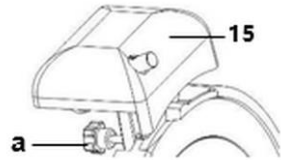

Fig. 9
2. Lossa fästskruven (a) på knivslipen (15) på baksidan av apparaten (fig. 9).
3. Ta bort knivslipen (15) från apparaten och vrid den 180°.
4. Sätt in knivslipen (15) i styrningen som är avsedd för detta ändamål och dra åt fästskruven (a).
6. Anslut apparaten till ett jordat enkeluttag och slå på apparaten med den vita START-knappen (B).
1. Ta bort knivslipen från apparaten (fig. 9).
1. Ta bort hela knivslipen från apparaten (fig. 9).